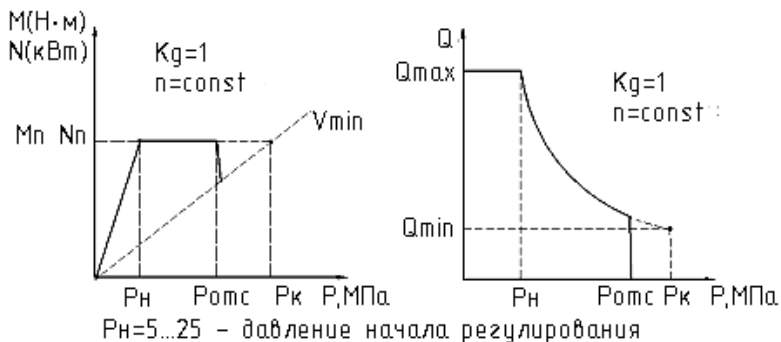

Рисунок 17 – График зависимости крутящего момента M , потребляемой мощности N и подачи Q от изменения давления p .
- Пока давление в гидросистеме не превышает P_H (рисунок 17), насос находится на максимальном рабочем объеме V_{max} и обеспечивает максимальную подачу Q_{max}